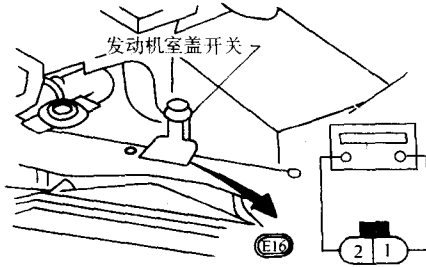

图 3-25 端子间是否导通
2) 发动机舱开关。检查表 3-6 中所示端子间是否导通, 如图 3-25 所示。